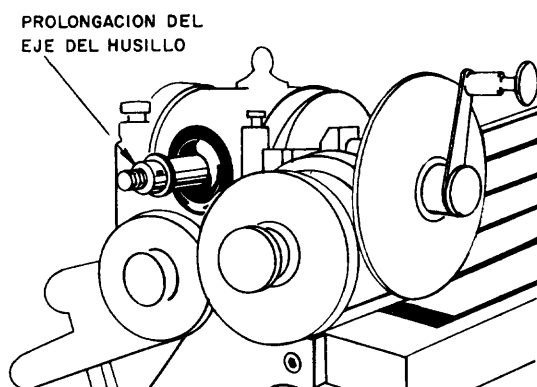

Fig. 3
- 4º paso - *Monte la prolongación del husillo del aparato divisor, en su parte posterior (fig. 3).*